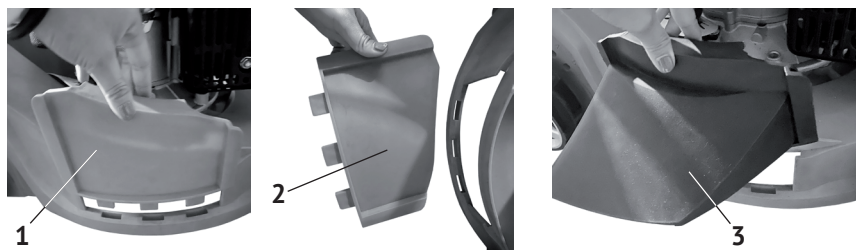

рис.11
- снять (вытянув вверх) вставку (рис.11 поз.2) в правой части корпуса(рис.11поз.1);- вставить (вдвинув сверху) направляющий жёлоб (рис.11 поз.3).